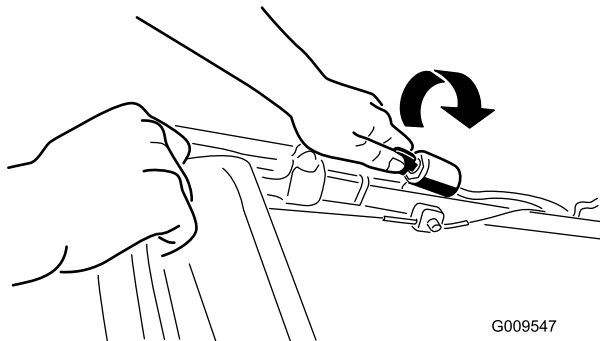
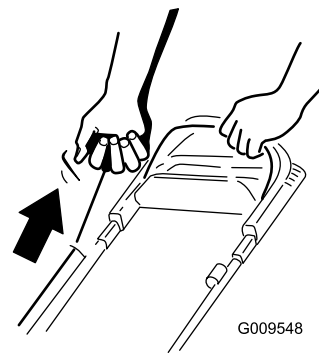

Figura 14
Figura 15
2. Gire la llave de contacto (Figura 14) (modelo de arranque eléctrico solamente) o tire del arrancador de retroceso (Figura 15).
**Nota:** Cuando tire del arrancador de retroceso, tire suavemente hasta que note resistencia; luego tire con fuerza (Figura 15). Deje que la cuerda vuelva lentamente al manillar.